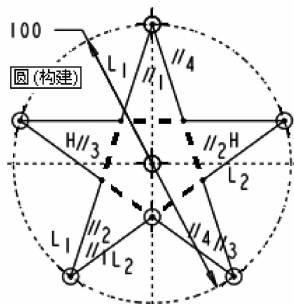
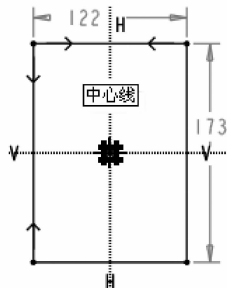
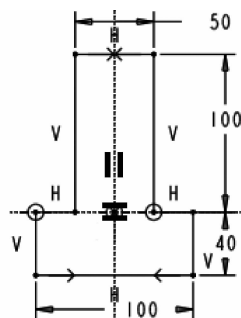

图 1-3 五角星草图
图 1-4 矩形草图
图 1-5 倒 T 形草图
(5)为了实现截面草图的尺寸驱动这一效果,将圆、直线等转换为几何图元是一个很好的举措,这在创建可变截面扫描的截面草图中尤其值得注意和练习。例如,利用几何圆来实现五角星尺寸的驱动变化,如图 1-3 所示;利用正交的中心线或几何圆绘制对称于原点或定位基准的矩形,如图 1-4 所示。
(6)三条以上的正交直线可采用矩形来绘制,如倒 T 形结构,如图 1-5 所示。图 1-3、图 1-4 以及图 1-5 均是初学者必须掌握的三维软件基本绘图方法。
(7)Pro/E 软件的草绘功能中有镜像功能但没有阵列功能,镜像功能的使用是有条件的,图 1-5 中由两个矩形构成的草图,在绘制过程中通过中心线自动约束为对称;至于阵列功能,一般情形下,截面草图中众多重复的结构单元会减缓图形的刷新速度,以阵列特征的方式来创建这些重复的结构更具有可编辑性。